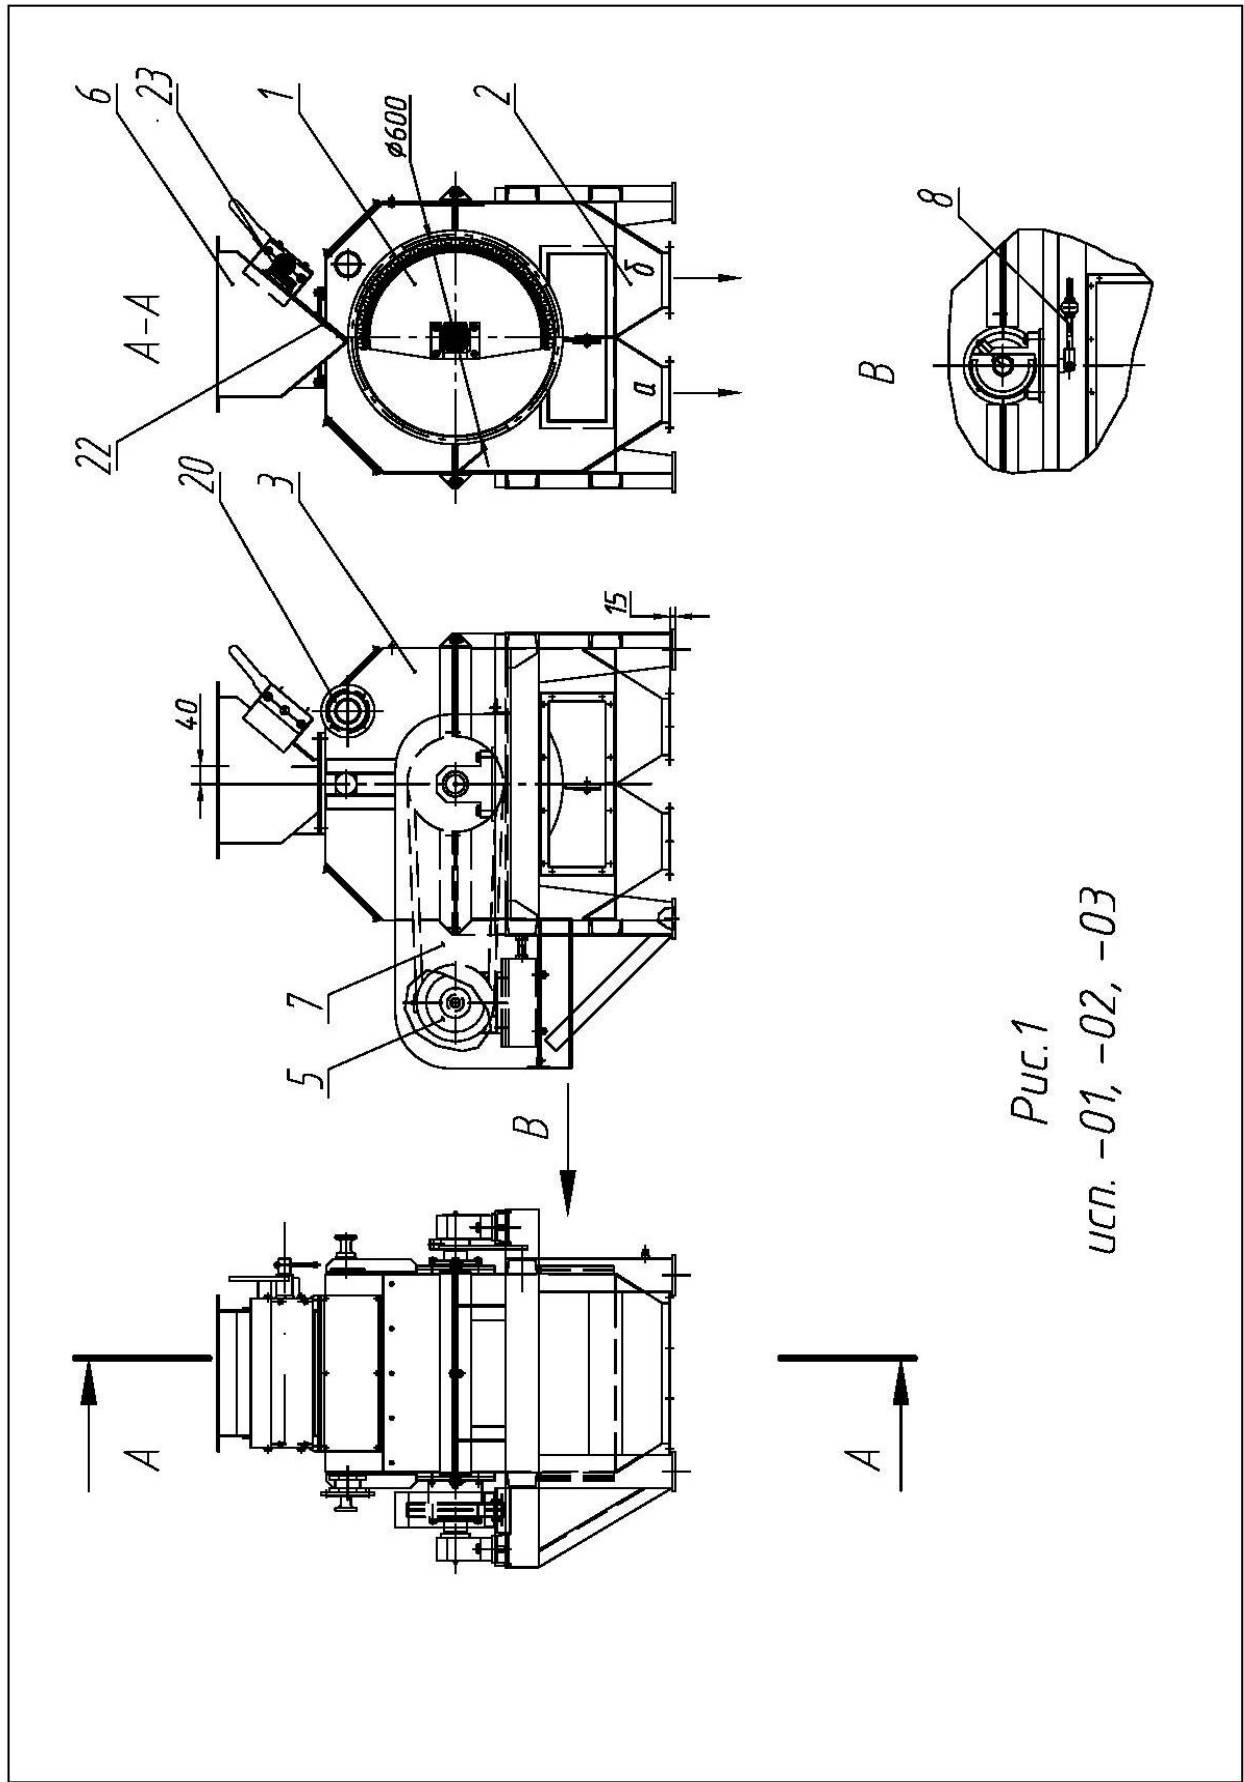
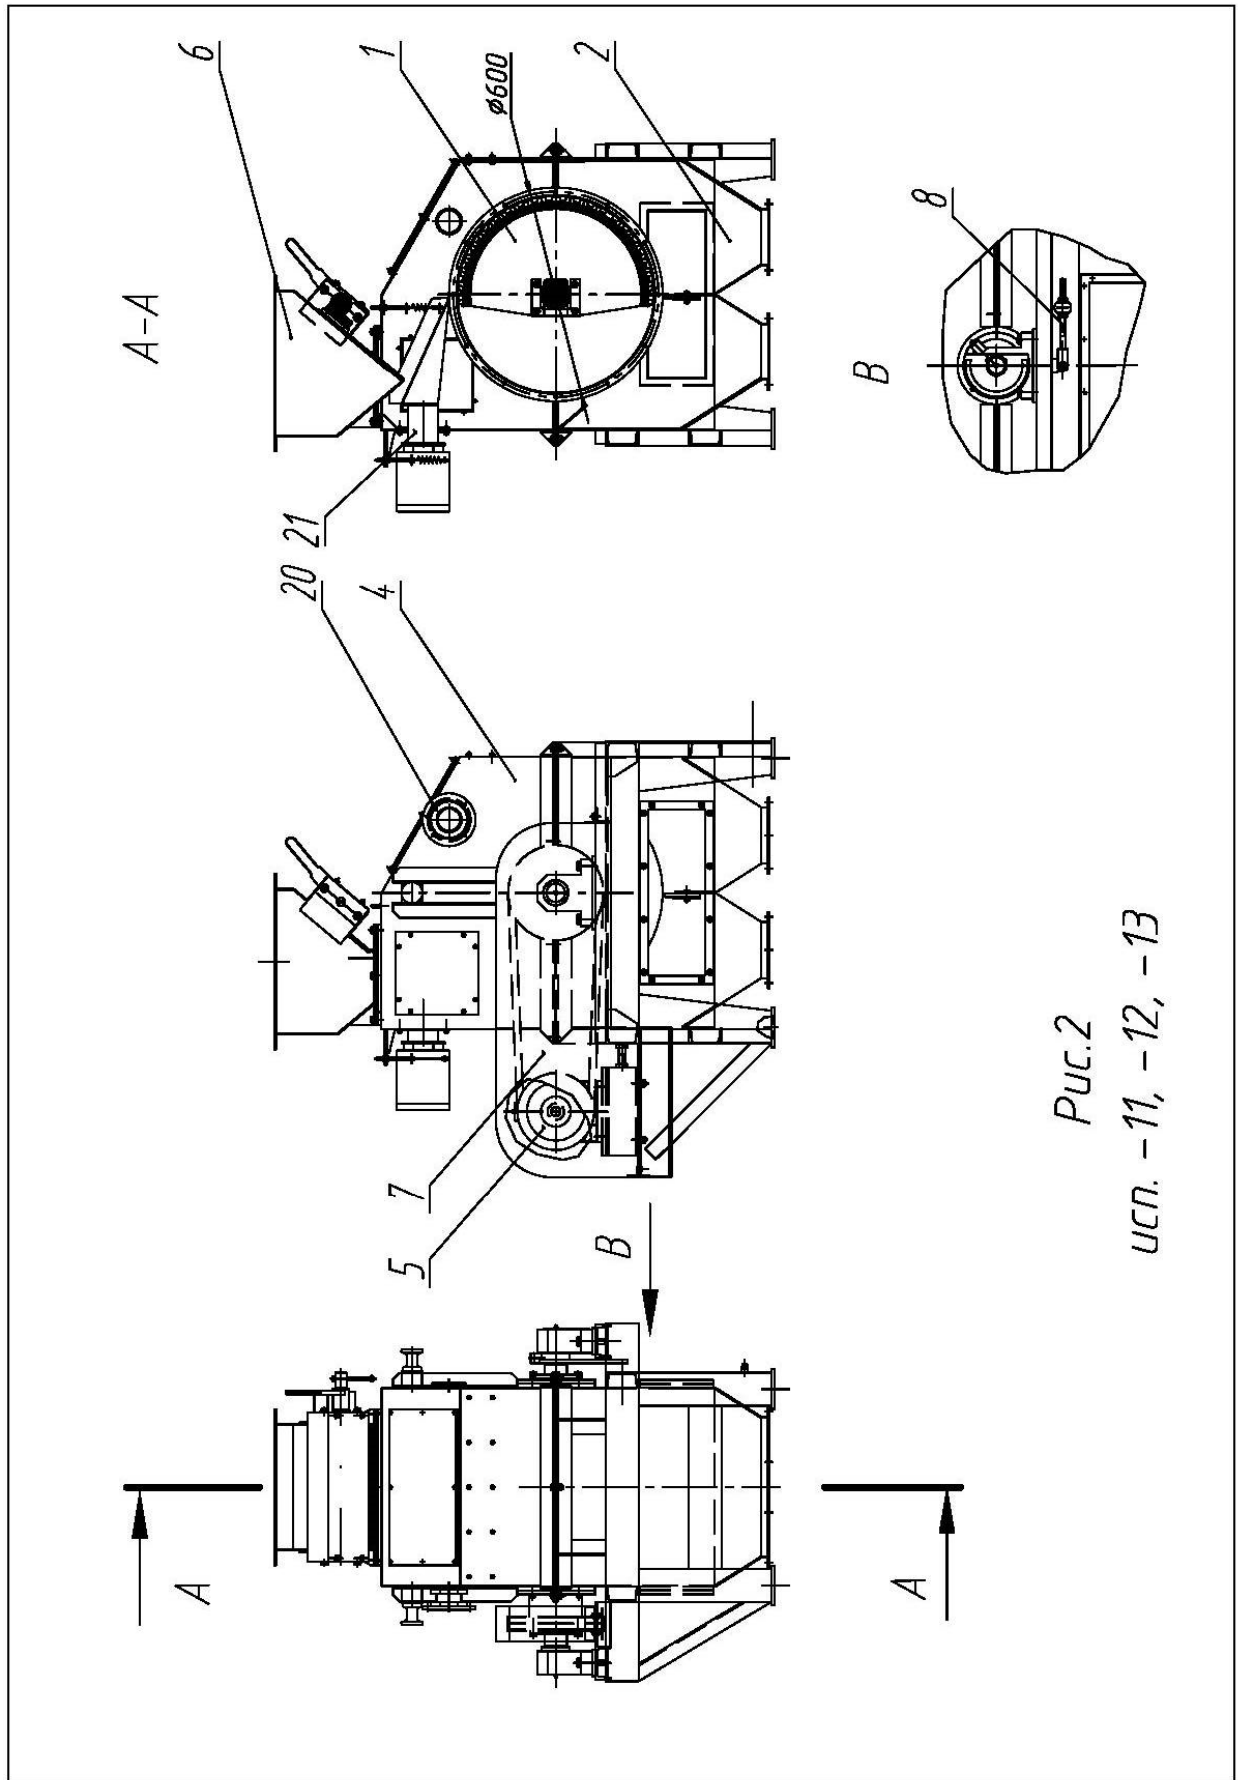

Рис.1
Рис.2
Устройство сепаратора представлено на рис.1 (исп. 01,02,03) и рис.2 (исп. 11,12,13).
- включать сепаратор при снятом ограждении 7 (см. рис.1).